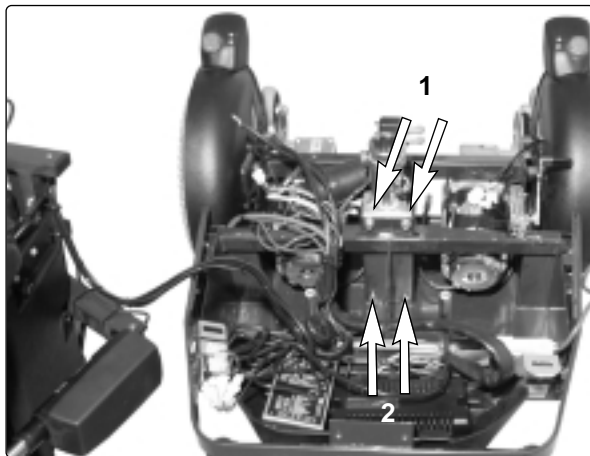

Abb. 31. Die Sitzhöhenverstellung ist mit vier Schrauben befestigt.
5. Heben Sie den Sitz ab und legen Sie ihn auf die Seite neben das Chassis, siehe Abb. 31.
7. Lösen Sie die unteren Befestigungsschrauben der Sitzhöhenverstellung, siehe Abb. 31:2.
8. Schrauben Sie die oberen Befestigungsschrauben ab, siehe Abb. 31:1.